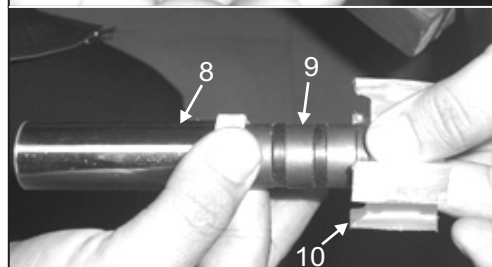

Abb. 5.15d
WICHTIG: Magnete (9) nicht abmontieren, da diese in der Polaritätssequenz zusammengesetzt sind, die nicht unterbrochen werden sollte (Abb. 5.15d).
5.15.1 Reinigung des Saugkorb-Filters (B) (Option für Modell 20)